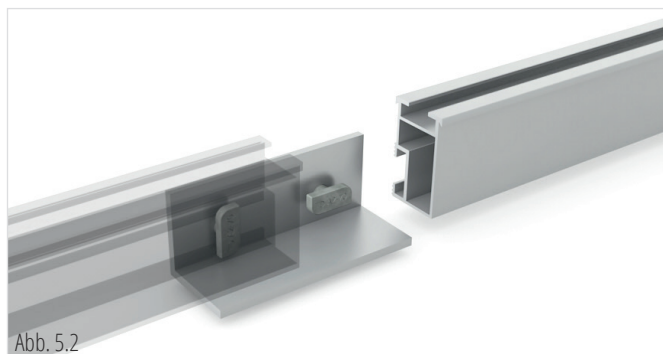

Abb. 5.2
1. Um einen Schienenstoß fest miteinander zu verbinden, den Schienenverbinder mittig über dem Stoß positionieren und die Hammerkopfschrauben in den Befestigungskanal der Dachhaken einführen (Abb. 5.2).
2. Die Hammerköpfe am Schaft mit einem Schlitzschraubendreher quer zur Nut ausrichten (Abb. 5.2) und die Muttern mit einem Drehmoment von 10 Nm festziehen.